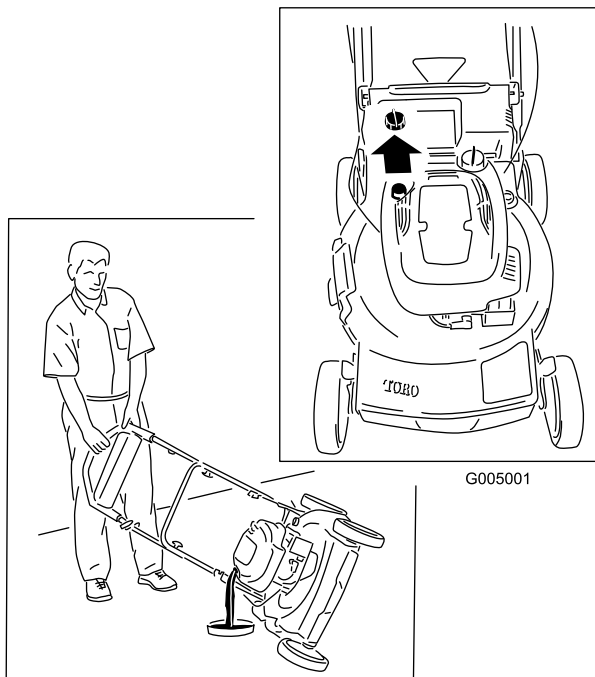

Figure 26
3. Inclinez la tondeuse sur le côté (filtre à air en haut) pour vidanger l'huile usagée par le goulot de remplissage (Figure 26).